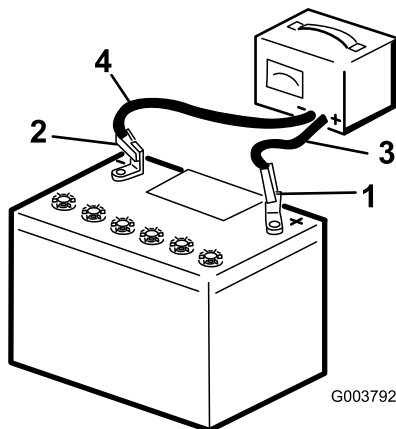

Figura 44
3. Conecte el cable positivo del cargador de la batería al borne positivo (Figura 44).
4. Conecte el cable negativo del cargador de la batería al borne negativo (Figura 44).
6. Cuando la batería esté completamente cargada, desconecte el cargador de la fuente de electricidad, luego desconecte los cables del cargador de los bornes de la batería (Figura 44).